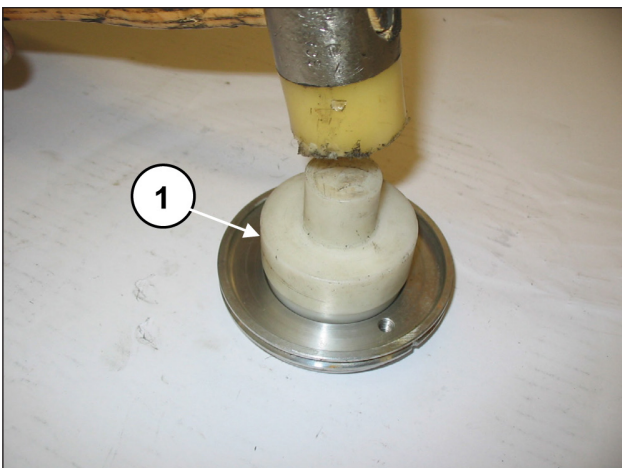

Fig. 94
Monte o anel de vedação radial na cobertura da vedação do óleo (pos. ①, Fig. 94), mediante o uso de uma tampa, cód. 27910900.